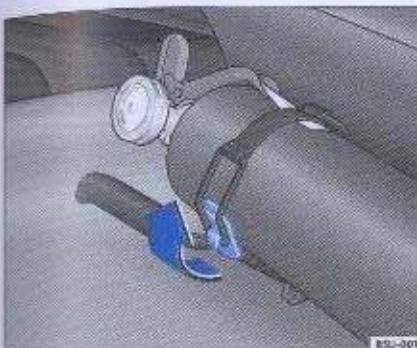

Fig. 30 Extintor de incendio en el asiento delantero
- Suelte la abrazadera de fijación del extintor⁷⁾, tirándola hacia arriba ⇒ fig. 30 -flecha-.